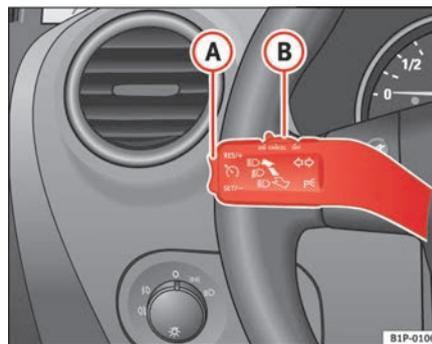

Abb. 128 Blinker- und Fernlichthebel: Schalter und Wippe für die Geschwindigkeitsregelanlage
- Drücken Sie den oberen Teil der Wippe **RES/+** ⇒ Abb. 128 **A**, um die Geschwindigkeit zu erhöhen. Solange Sie die Wippe gedrückt halten, beschleunigt das Fahrzeug. Sobald Sie die Wippe loslassen, wird die neue Geschwindigkeit gespeichert.
Wenn Sie die gespeicherte Geschwindigkeit durch Treten des Bremspedal verringern, ist die Regelung der gespeicherten Geschwindigkeit ausgeschaltet. Sie können durch einmaliges Drücken des oberen Teils der Wippe **RES/+** → Seite 172, Abb. 128 **A** die Regelung wieder aufnehmen.